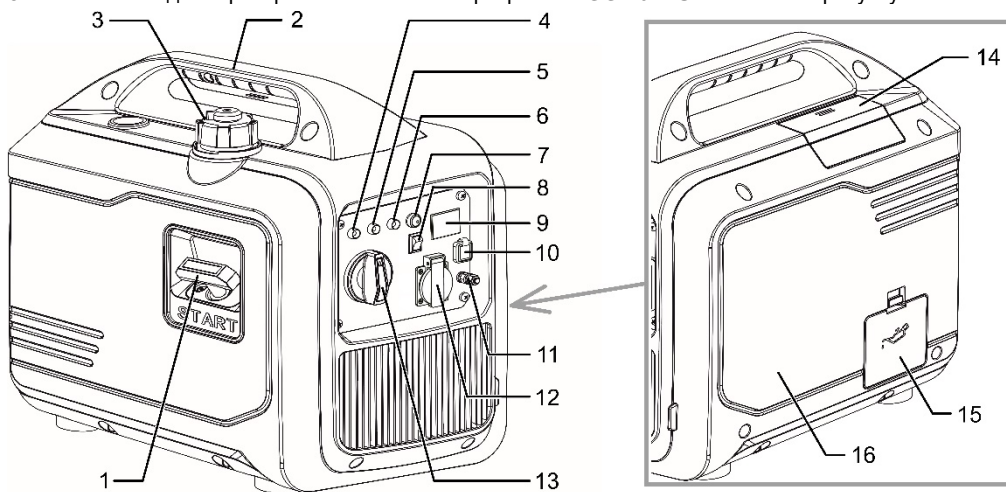
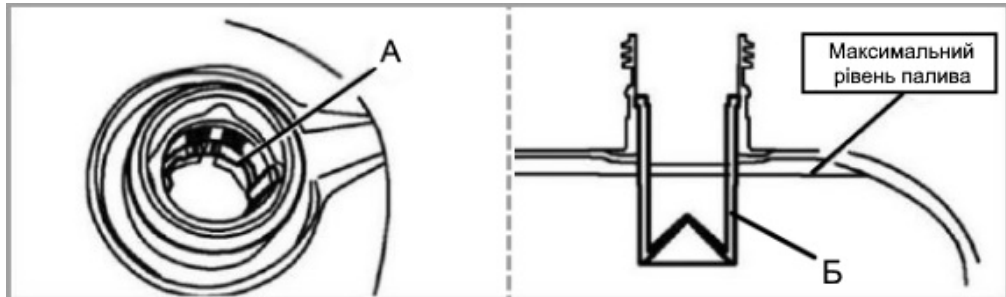

Рисунок 1
Рисунок 3
УВАГА! Схема проводки для генератора має відповідати правилам монтажу та вимогам чинного законодавства. Усі під'єднання генератора до мережі мають бути виконані сертифікованим електриком. Перед початком експлуатації генератора обов'язково під'єднайте його до захисного заземлення за допомогою спеціальної клемми (11, рисунок 1), розташованої на панелі керування. Для запобігання ураженню електричним струмом забороняється використовувати пошкоджені силові кабелі, а також несправні або окиснені контактні з'єднання.
- зніміть кришку доступу до заливної горловини картера (15, рисунок 1);
Перевірка рівня палива здійснюється візуально, відкрутивши кришку паливного бака (3, рисунок 1). Якщо рівень низький – долийте бензин у бак. Не заповнюйте паливний бак вище червоної позначки максимального рівня палива (А, рисунок 3) на сітчастому паливному фільтрі (Б, рисунок 3).
- зніміть бокову кришку для обслуговування (16, рисунок 1), відкрутивши чотири гвинти її кріплення;
4.1.1 Відкрийте вентиляційний клапан на кришці паливного бака (3, рисунок 1), повернувши його в положення «ON».